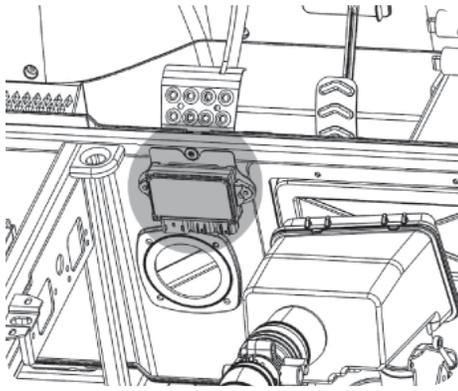

Figure 5-22
2. Soulevez le couvercle du boîtier des mini-fusibles. Voir Figure 5-22.